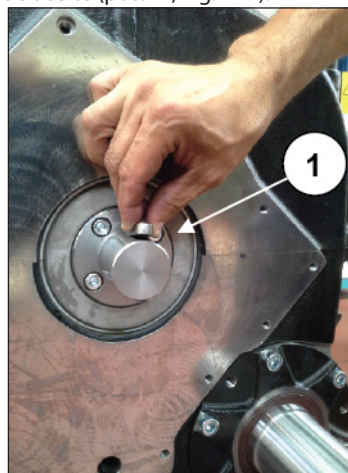

Fig. 124
Introducir en su alojamiento la lengüeta del codo de control de la bomba de aceite (pos. ①, Fig. 124).